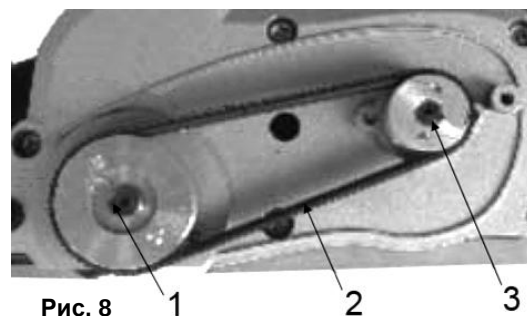

Рис. 8
- Произведите установку нового приводного ремня (2) (См. Рис.8). Для облегчения установки ремня, сначала установите ремень на ведущий (3) шкив, а затем на ведомый шкив (1) (См. Рис.8).
- После установки нового приводного ремня проверьте правильность и надежность установки ремня, провернув ведущий шкив (3) (См. Рис.8) на несколько оборотов.